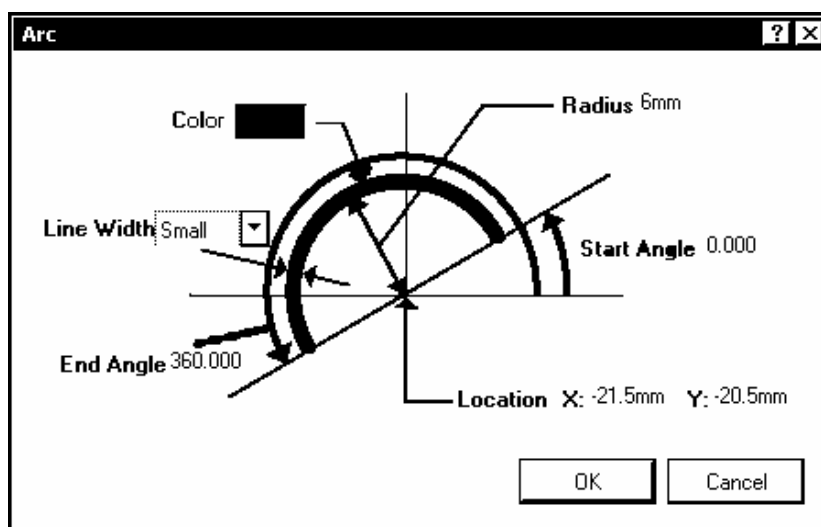

Рис. 3.4
4. Активизировать команду черчения дуги Place>>Arc. Клавишей Tab активизировать диалог настройки параметров дуги (рис. 3.4).